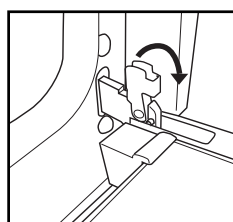

Fig. 1
2. Løft de to låse på hængslerne, og skub dem fremad så langt som muligt (Fig. 1).